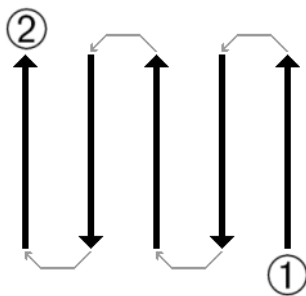

Abbildung 47: Festgelegte Laufrichtung
In der Abbildung 47 sind die Varianten nochmals schematisch dargestellt. Die Suche beginnt jeweils im Startpunkt ① und endet im Punkt ②.